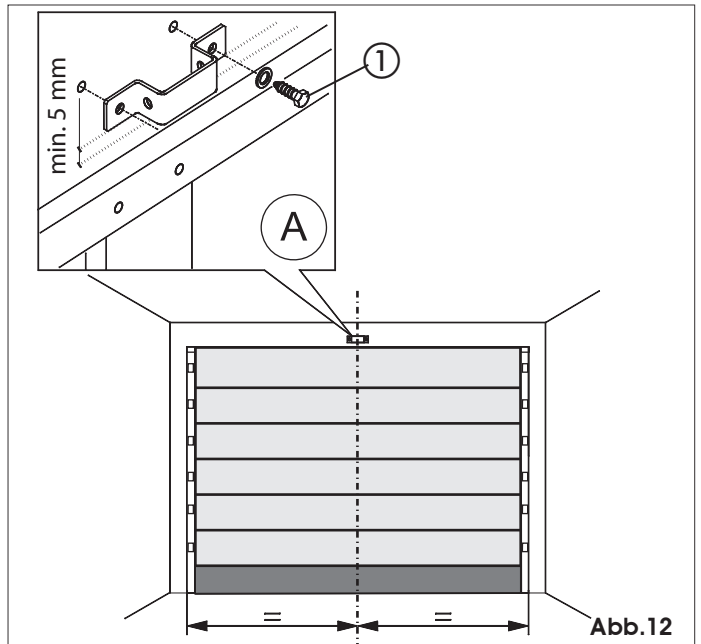

Abb.12
- 1) Auf dem Sturz eine Linie anzeichnen, die mit der vertikalen Mittellinie des Tors übereinstimmt (Abb. 12).
- 3) Den Fixierbügel der vorderen Befestigung positionieren, wobei die Unterkante mindestens 5 mm über der Stelle, an der sich die Linien überschneiden, liegen und zur vertikalen Linie zentriert sein muss (Abb. 12). Für die korrekte Positionierung des Bügels zum Befestigungspunkt am Tor wird auf den Abschnitt 7.2 verwiesen.
- 5) Bohren und mit den Schrauben montieren (Bez ① Abb. 12) **NICHT** im Lieferumfang enthalten